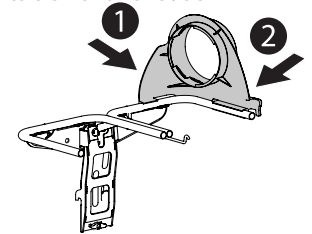

Figure 8
1. Mettre en place le support supérieur de la goulotte (731-17091) en clipsant d'abord la partie latérale sur le rail de montage de la goulotte (1), comme indiqué dans Figure 8.
2. Encliquez la face avant du support supérieur de la goulotte sur le rail (2), comme indiqué dans Figure 8.